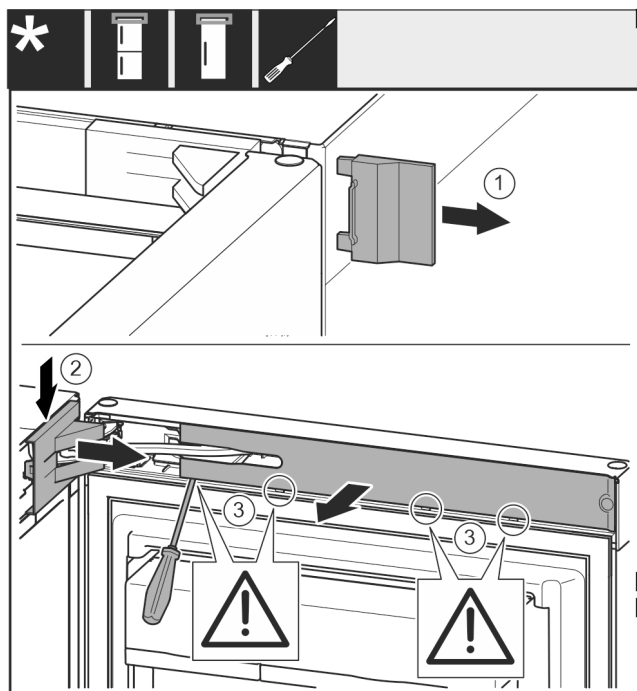

Fig. 8
- Retirer le cache Fig. 8 (1).
- Dégager et désolidariser le cache du support de palier Fig. 8 (2).
- Retirer le cache du support de palier Fig. 8 (2).
- Dégager le cache Fig. 8 (3) au moyen d'un tournevis plat et le faire pivoter sur le côté.